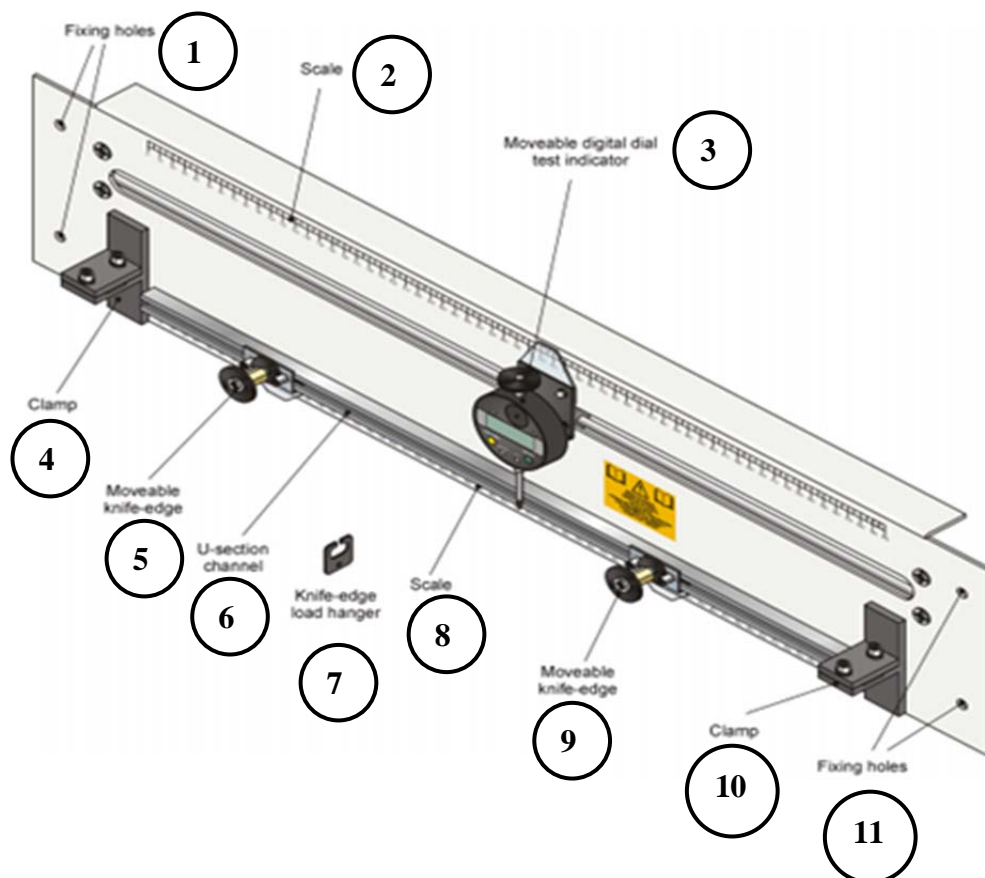
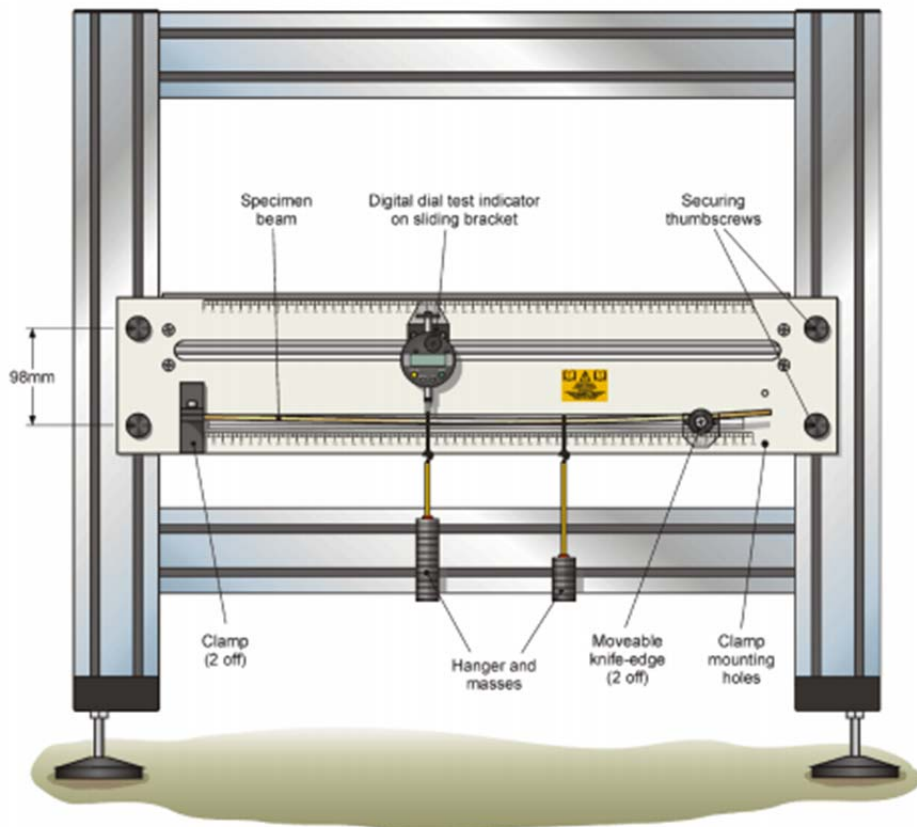

Figure 1 : Présentation du module STR4
Figure 2 : Présentation du module STR4 monté sur son châssis
La figure 1 montre l'équipement étudié. Il se compose principalement d'un panneau avec un indicateur numérique mobile de la déformée (3). Cet indicateur est lié à un crochet (7) coulissant qui lui permet de se situer dans n'importe quelle position le long de la poutre d'essai. Deux brides (4) et (10) rigides fixes montées sur les deux extrémités du panneau et peuvent tenir la poutre à cette position. Une règle graduée (2) est imprimée en haut du panneau permet un positionnement rapide et précis de l'afficheur numérique de la déformée, des supports de poids et des appuis. La figure 2 illustre le schéma complet de l'équipement (panneau avec le châssis).